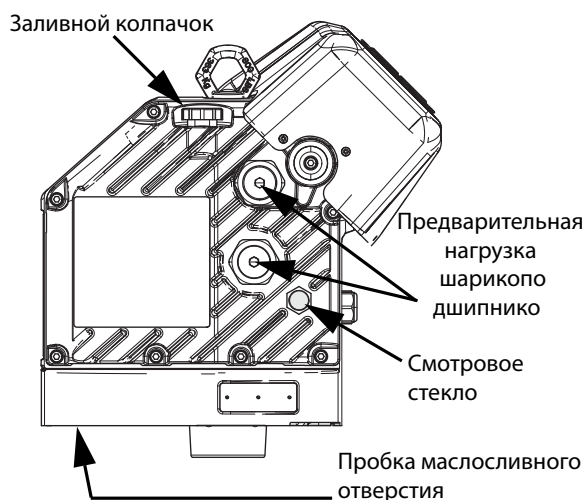

Рис. 14: Смотровое стекло и крышка маслозаливного отверстия
3. Открутите заглушку слива масла. Расположение заглушки слива см. на Рис. 14. Дождитесь, пока из привода вытечет все масло.
5. Откройте заливную крышку (P) и долейте бессиликоновое синтетическое трансмиссионное масло марки Graco стандарта ISO 220 (артикул 16W645). Проверьте уровень масла через смотровое стекло (K). Заполняйте бак до тех пор, пока уровень масла не достигнет средней метки смотрового стекла. Вместимость масляного бака составляет приблизительно 0,9 - 1,1 л (1,0 - 1,2 кварты). **Не переполняйте бак.**
См. Рис. 14 ниже. Регулярно проверяйте уровень масла через смотровое стекло. Когда привод не работает, уровень масла должен быть около средней точки смотрового стекла. Если уровень масла является низким, то снимите крышку заливного отверстия (P), и долейте бессиликоновое синтетическое трансмиссионное масло от компании Graco, соответствующее ISO 220 (арт. № 16W645).